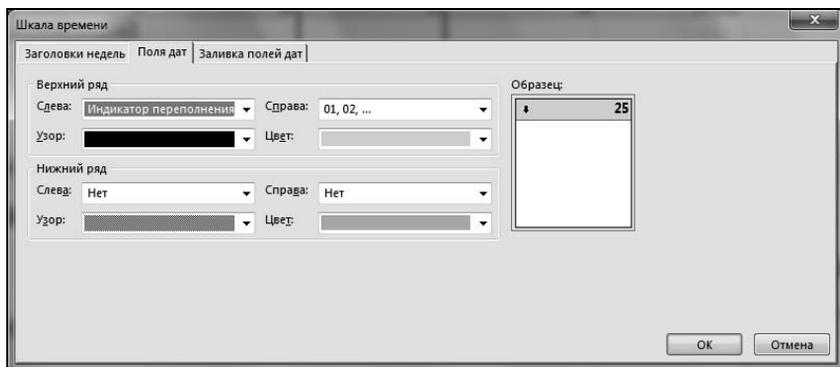

Рис. 4.33. Диалоговое окно форматирования представления **Календарь**, вкладка **Поля дат**
2. Установить указатель мыши в поле любого из прямоугольников дат (кроме заголовка и отрезков задач) и двойным щелчком щелкнуть левой кнопкой мыши. При этом откроется окно с вкладками **Заголовки недель**, **Поля дат** и **Заливка полей дат**. Окно автоматически открывается на вкладке **Поля дат** (рис. 4.33).
3. В показанной на рис. 4.33 вкладке есть две группы элементов управления: **Верхний ряд** и **Нижний ряд**, а в правой части вкладки показан образец оформления полей дат в соответствии с действующими установками. Эта вкладка позволяет выделить в поле дат верхнюю и нижнюю строки (по умолчанию использована только одна строка — верхняя).